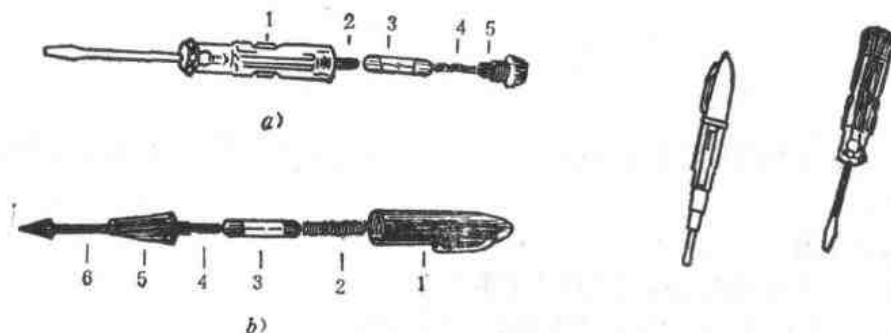

图 1-2 低压验电笔
(2) 低压验电笔 低压验电笔又叫电笔或测电笔，用于500伏以下的电气设备，检查电路是否有电和电气用具或线路导线是否漏电。测试时，如氖气管发光，说明线路或设备有电。低压验电笔的构造和外形见图1-2。